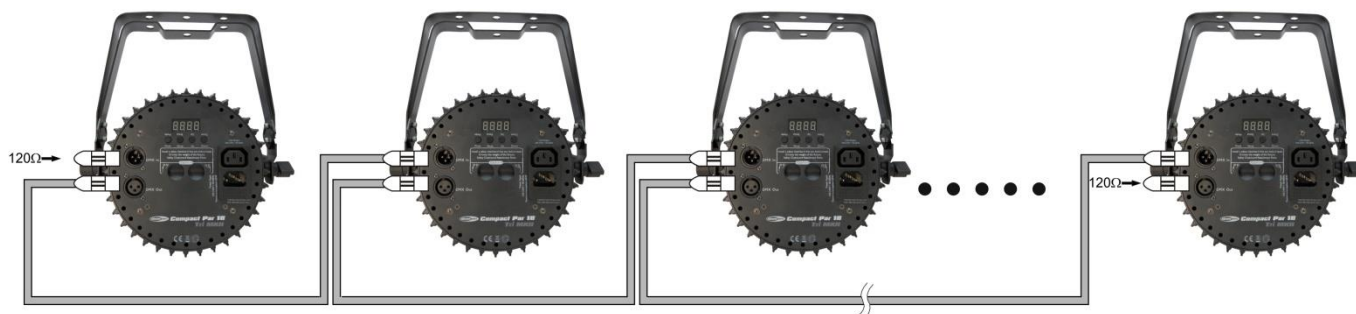

Abb. 3
3. Verbinden Sie die Geräte so wie in (Abb. 3) gezeigt. Verwenden Sie ein DMX-Datenkabel, um die DMX-„OUT“-Buchse des ersten Geräts mit der „IN“-Buchse des zweiten Geräts zu verbinden. Wiederholen Sie diesen Vorgang, um das zweite, dritte und vierte Gerät ebenfalls zu verbinden. Mit dem Master-Gerät stehen Ihnen dieselben Funktionen wie auf Seite 15 und 16 beschrieben (voreingestellte Programme, Auto oder musikgetaktet) zur Verfügung. Das bedeutet, dass Sie den gewünschten Operationsmodus am Mastergerät einstellen können und dass dann alle Slave-Geräte genauso reagieren wie dieses Gerät.